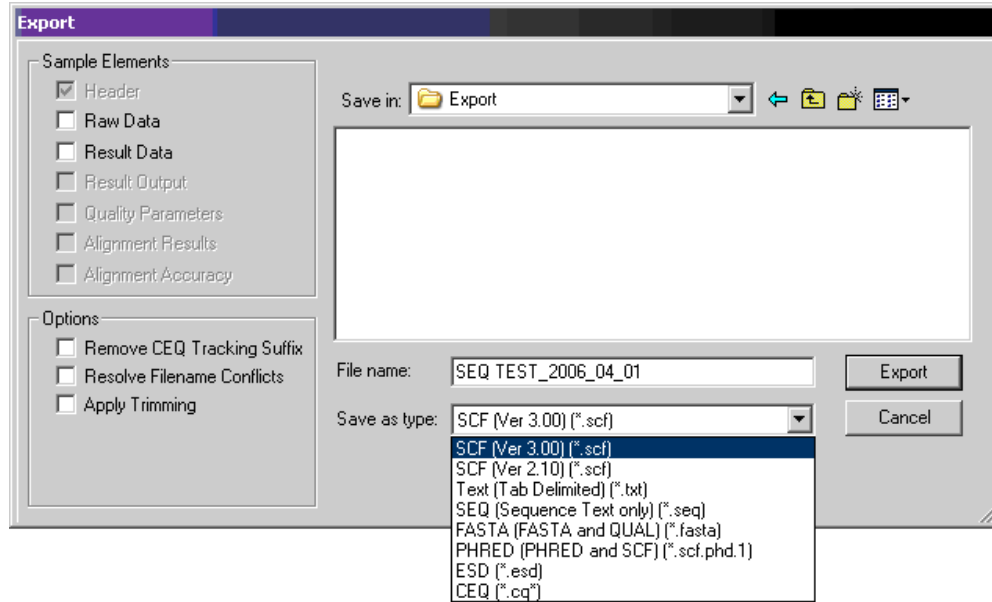

图 8.9 序列分析导出对话框
5. 在 **Save as type**（保存类型）字段中选择合适的格式，如图 8.9 中所示。